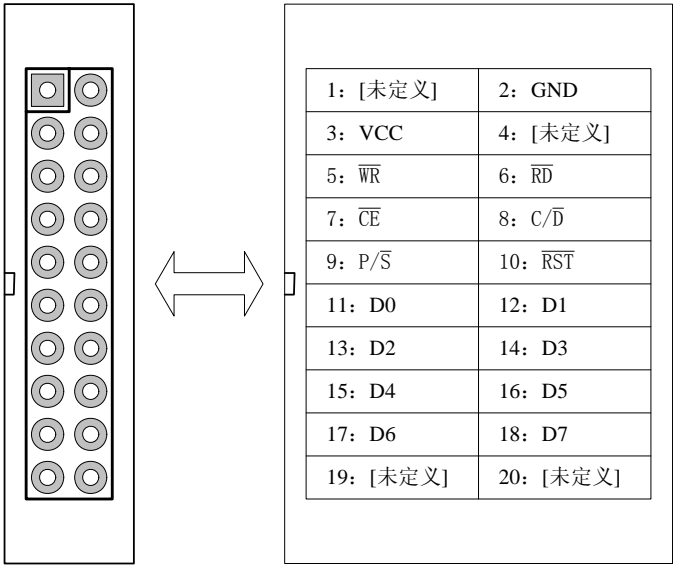

图 5.2 - 仿真端口和下载端口的引脚定义
- “仿真端口”和“下载端口”的引脚定义如图 5.2 所示，请注意接插件的缺口朝向。在仿真和下载时一定要保证引脚的一一对应，特别是不要把驱动负压加到端口上已定义的引脚上，否则会损坏液晶仿真器。
- 转接板中至少应包含一个如图 5.2 的 20 脚 IDC 插座。